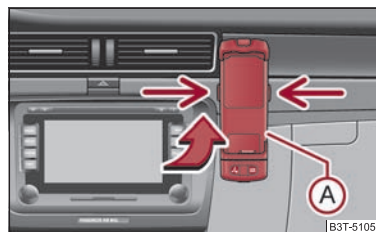

Abb. 142 Universale Vorbereitung für das Telefon
- Schieben Sie zuerst den Adapter (A) ⇒ Abb. 142 in Pfeilrichtung bis zum Anschlag in den Halter. Drücken Sie den Adapter leicht nach unten, bis er sicher einrastet.
- Setzen Sie das Telefon in den Adapter (A) (laut Anleitung des Herstellers) ein.
- Drücken Sie gleichzeitig die seitlichen Verriegelungen des Halters und nehmen das Telefon mit Adapter heraus ⇒ Abb. 142. ▶